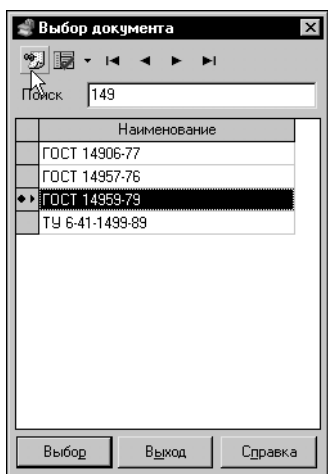

Рис. 4.30.
4. В появившемся на экране диалого **Выбор документа** выделите обозначение стандарта ГОСТ 14959-79 и нажмите кнопку **Выбрать** (рис. 4.30).